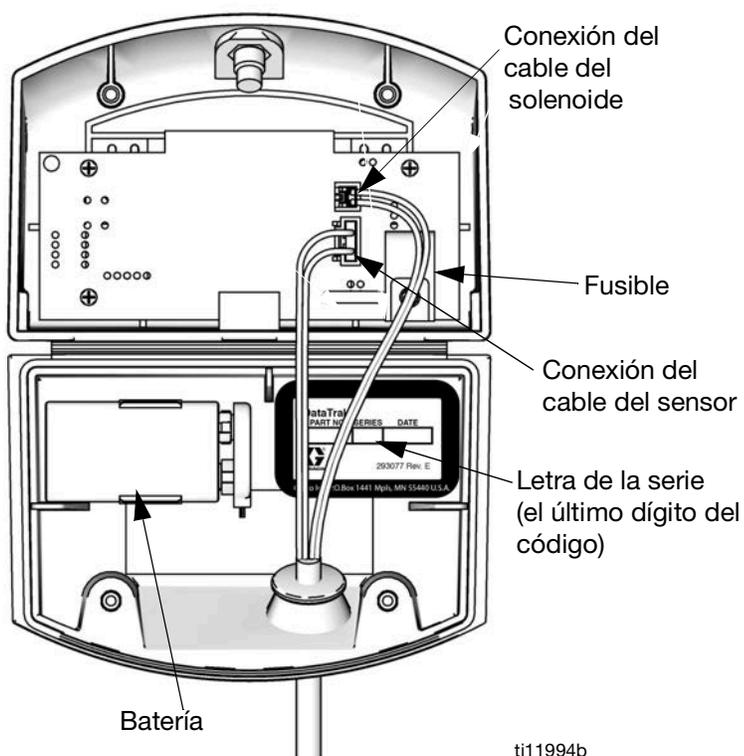

FIG. 12. Ubicación de la pila y el fusible del DataTrak
* Fig. 12 muestra dónde se encuentra la letra de la serie.